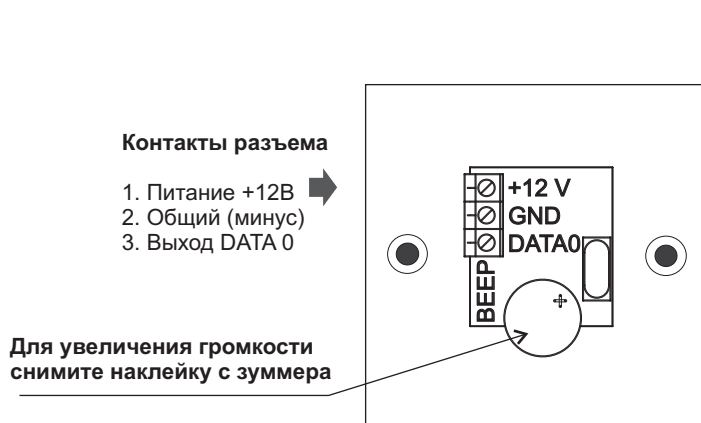

Рис.1 Схема подключения.
- подсоедините провода к разъему считывателя в соответствии со схемой подключения (рис.1);
В момент чтения номера идентификатора звучит сигнал зуммера. Для отключения звука зуммера необходимо снять джампер на плате считывателя (см.рис.1).